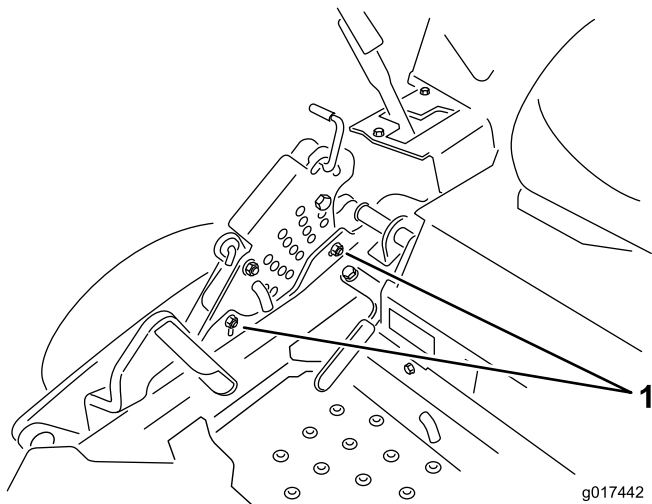

Figura 75
12. Para ajustar el sistema de ajuste de un solo punto, afloje los 2 pernos situados cerca del borde inferior de la pletina de altura de corte (Figura 75).
14. Apriete los 2 pernos en el borde inferior de la pletina de altura de corte (Figura 75). T